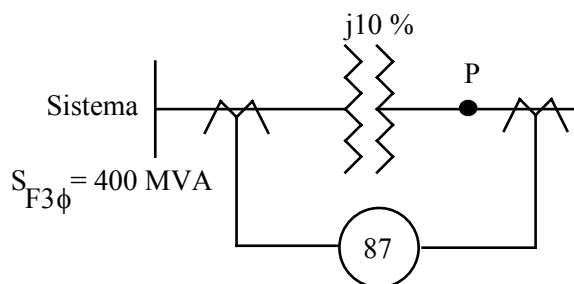

Figura 13
- Si el relé opera cuando se conecta una reactancia de 242 ohm entre las fases b y c en el punto P (Figura 13), estando el transformador en vacío.